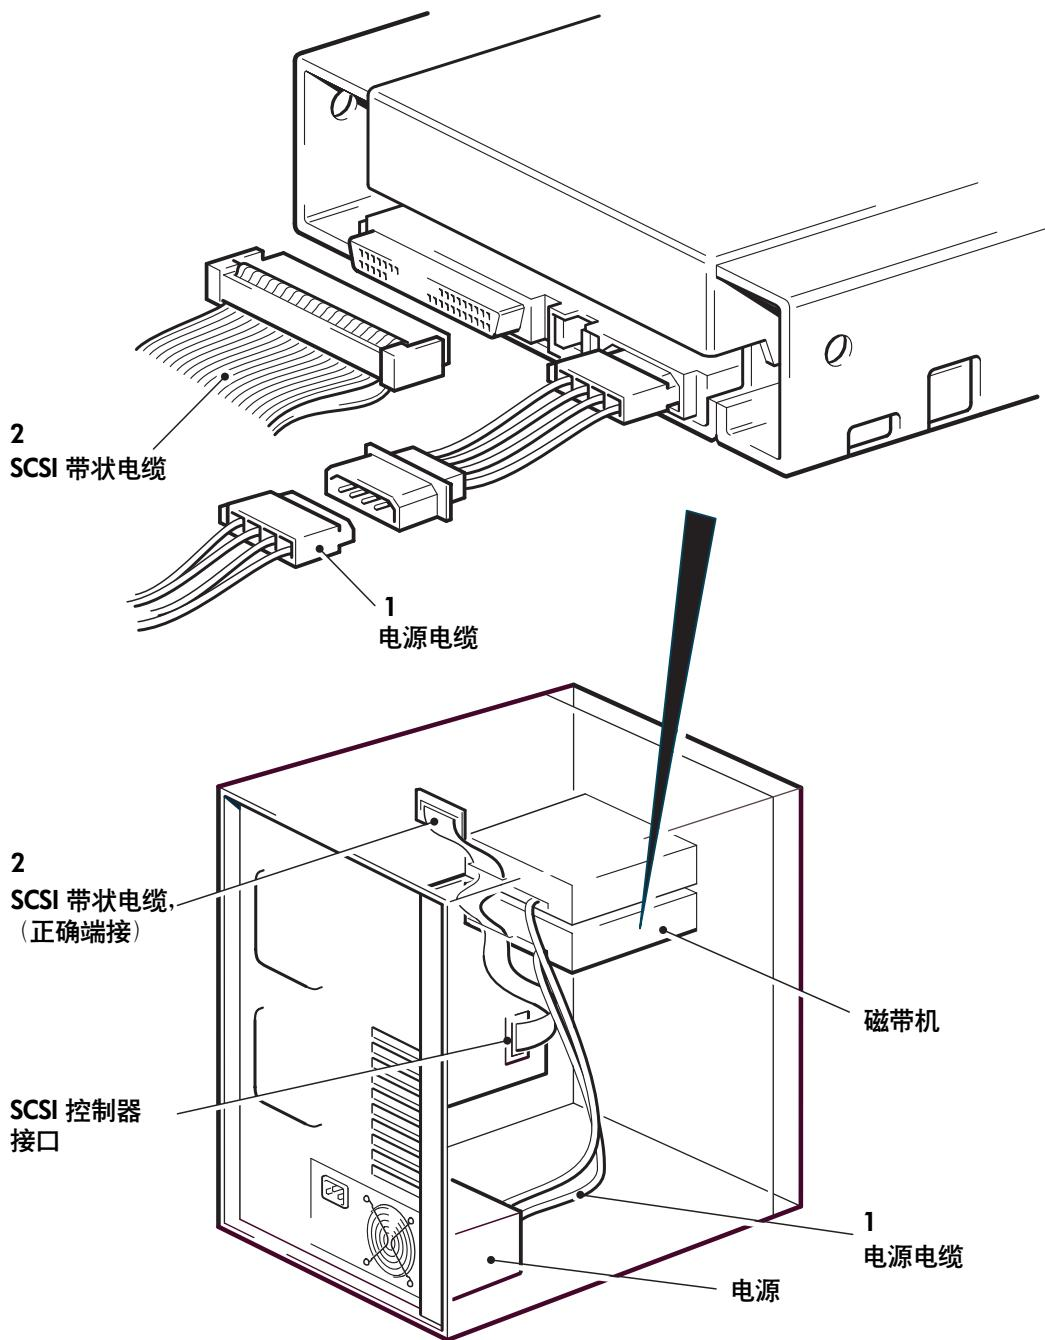

图 8：连接电源和 SCSI 电缆
- 1 如图 8 第 1 项所示，用一条备用电缆将服务器的内置电源和电源接口相连。
- 2 如图 8 第 2 项所示，将服务器内置 SCSI 总线上的备用接口或 HBA 的 SCSI 带状电缆连接到磁带机上的 SCSI 接口。
因此，如果 HBA 是该总线上的第一个设备，应检查第二个端子是否放置在最后一个设备后面，如图 8 中的第 2 项所示。